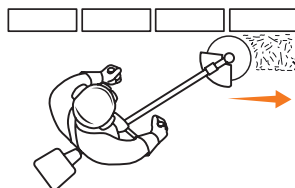

Рис. 8
- При кошении вдоль ограждений ведите косу катушкой вперед левой стороной к ограждению следите, чтобы нить не касалась ограждения (Рис. 8).